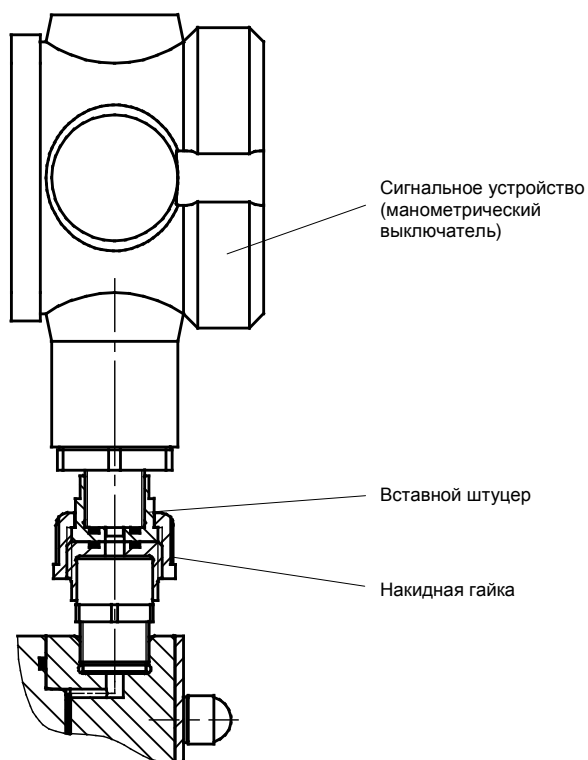

Рис. 41
- Открутить накидную гайку и снять сигнальное устройство (см. рис.41/42).